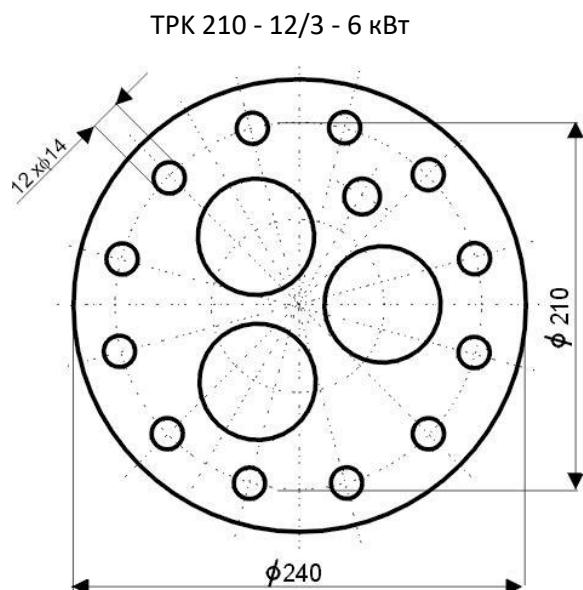

**Рисунок 7**
**Водонагреватель необходимо оснастить универсальным электрическим нагревательным блоком** с фиксированной или выбираемой мощностью нагревательных элементов. Нагревательный блок состоит из фланца, к которому приварен одна или три гильзы для керамических нагревательных элементов и гильза для датчиков регуляции (Рисунок 7). Блок закреплен 8 винтами M10 с шагом 168 мм.